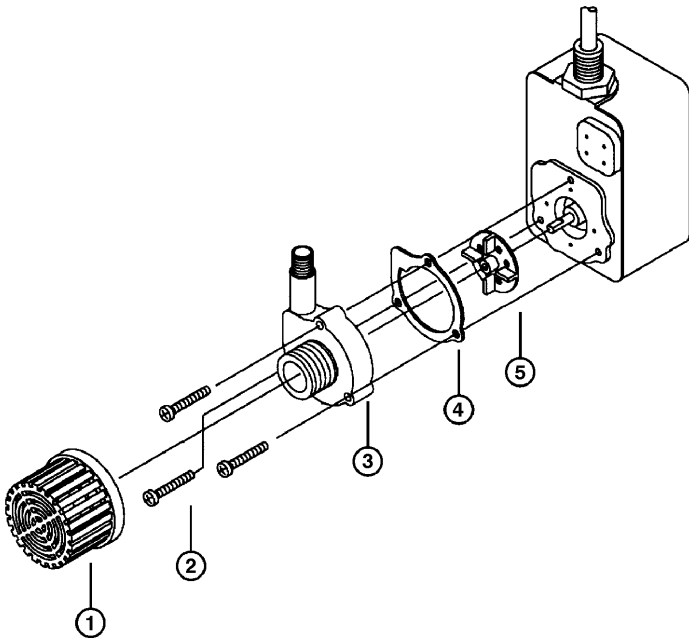

Figure 2 - PE-1YSA
- Le nettoyage périodique de la pompe augmentera sa DURÉE DE VIE et son EFFICACITÉ. Consultez la savoir comment assembler et démonter la tête de pompage (voir Figure 2 et 3).